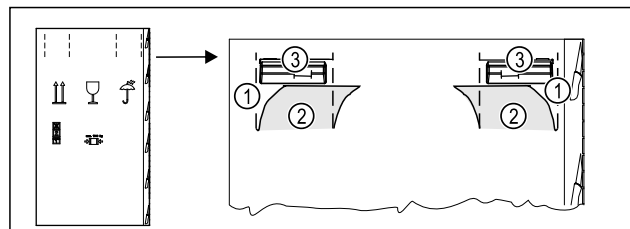

Fig. 5
- Verpackungskarton oben an der Perforierung *Fig. 5 (1)* eindrücken.
- Eingedrückte Laschen *Fig. 5 (2)* herausziehen.
- Tragegriff *Fig. 5 (3)* rechts und links ist sichtbar.
- Gerät an den Tragegriffen *Fig. 5 (3)* halten.